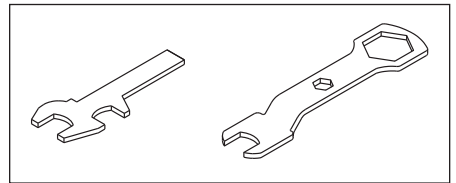

Figure 3
- Utiliser les clés fournies pour desserrer le contre-écrou sur le carter de mâchoire (Voir Figure 3).